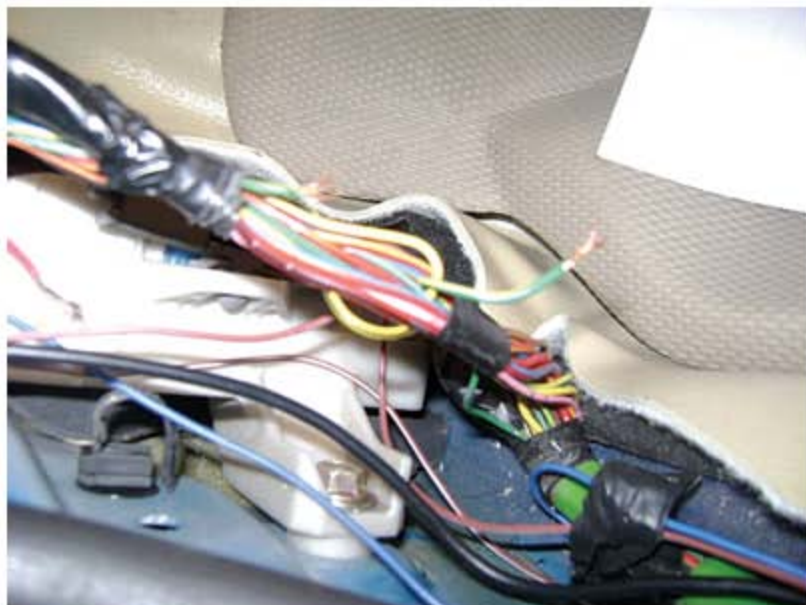

图 3
- 5). 下面的工作就是找到具体的短路点。由于前围板线束包扎得很紧密，且未发现外观破损迹象，所以查找故障点很困难。经过仔细排查，终于发现绿/白线与绿/黄线（图 3）已经黏在一起了。重新处理破损的线束，再次检测制动开关输入信号正常，自动巡航功能恢复正常。